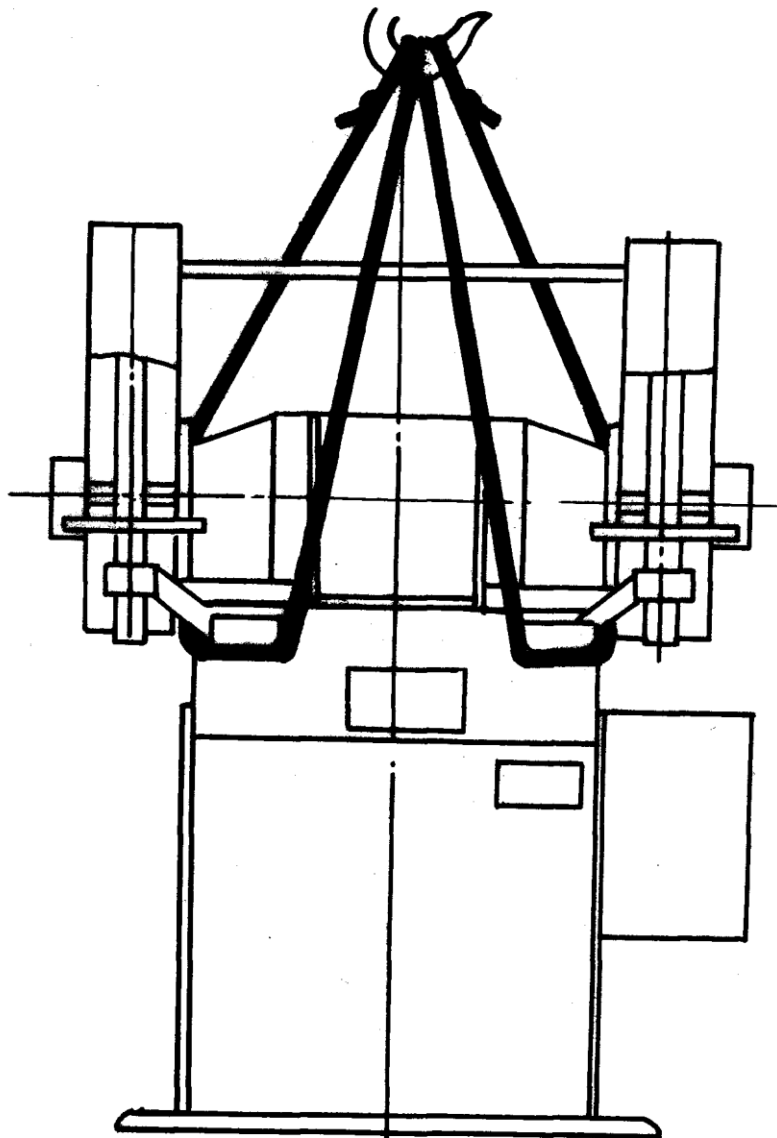

Рис.2.
4.19. Схема зачаливания для подъема и транспортирования распакованного станка показана на рис.2.